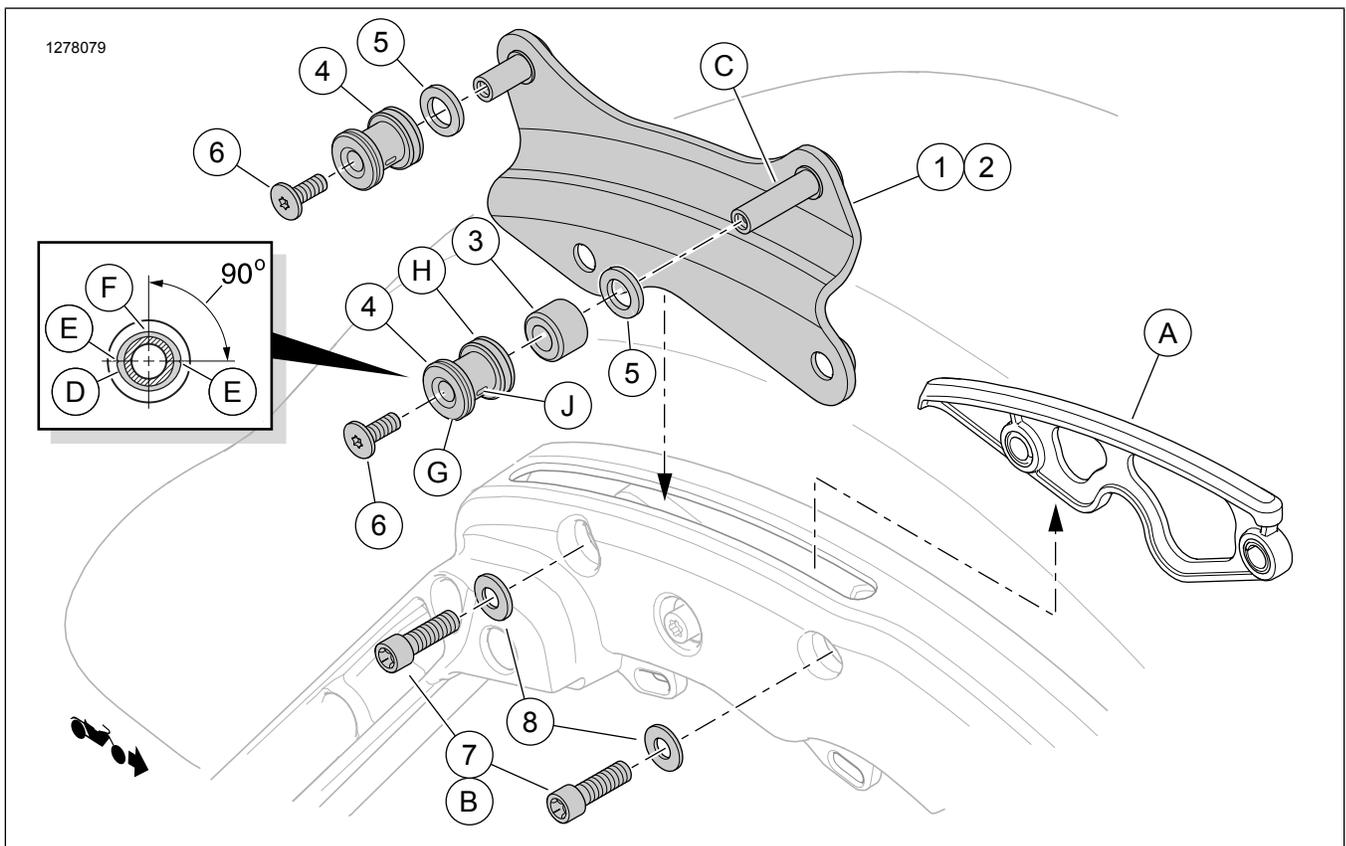
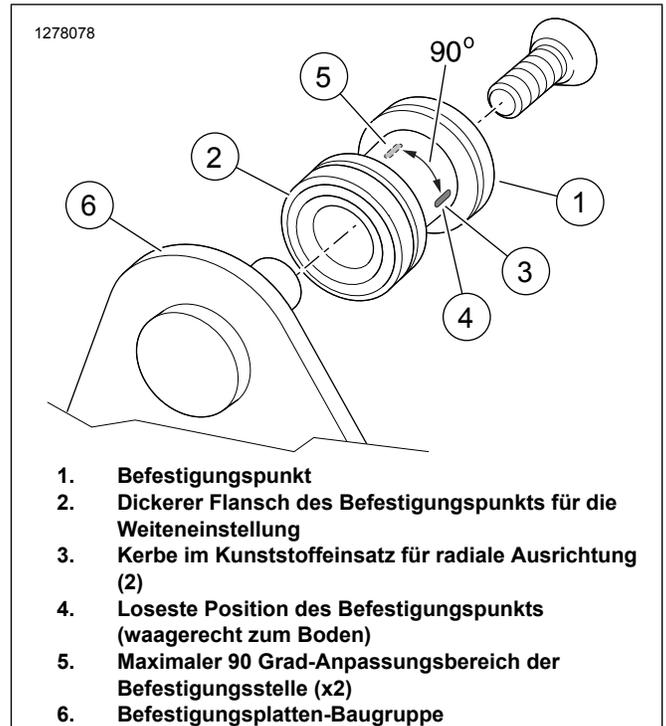

Abbildung 1. Inhalt des Satzes: Einstellbare abnehmbare Befestigungsteilesatz (Vierpunkt)
Abbildung 2. Einbau des Befestigungspunkts
3. Siehe Abbildung 1 >. Auf jeder Seite zwei Schrauben (B) von der Satteltaschenhalterung entfernen.
4. Die Schlitzabdeckungseinsätze (A) herausheben.
Siehe Abbildung 1 >. Die Distanzstücke zur Weiteneinstellung (5) noch nicht einbauen.
- a. Ein Distanzstück (3) auf den langen Pin (C) jeder Befestigungsplatte schieben.
- b. Einen Befestigungspunkt (4) mit dem **dickeren** Flansch (H) zuerst auf den Pin einer jeden Befestigungsplatte schieben.
- c. Schrauben (6) in die Pins der Befestigungsplatten einsetzen.
- d. Siehe Abbildung 2 >. Jeden Befestigungspunkt drehen, um die Kerben waagrecht anzuordnen (4).
Siehe Abbildung 2 >.
- b. Siehe Abbildung 1 >. Schraube (6) und Befestigungspunkt (4) aus allen vier Pins der Befestigungsplatten entfernen.
- d. 2 oder 3 Tropfen Gewindegewissungsmittel auf die Gewinde der Schrauben (6) auftragen. Die Schrauben anbringen.
- e. Siehe Abbildung 2 >. Jeden Befestigungspunkt drehen, um die Kerben waagrecht anzuordnen (4). Die Schrauben anziehen, bis sie fest sitzen.
- a. Siehe Abbildung 1 >. Die Komponenten aus allen vier Pins der Befestigungsplatten entfernen.
- b. Distanzstücke zur Weiteneinstellung (5) an den einzelnen Befestigungspunkten einsetzen.
- c. Ein Distanzstück (3) auf den längeren Pin (C) jeder Befestigungsplatte schieben.
- e. 2 oder 3 Tropfen Gewindegewissungsmittel auf die Gewinde der Schrauben (6) auftragen. Die Schrauben anbringen.
- f. Siehe Abbildung 2 >. Jeden Befestigungspunkt drehen, um die Kerben waagrecht anzuordnen (4). Die Schrauben anziehen, bis sie fest sitzen.
- a. Schrauben (6) lockern.
- b. Siehe Abbildung 2 >. Die Befestigungspunkte (1) ein Stück weit aus der waagerechten Stellung (4) drehen.
d. Nach und nach weiter aus der waagerechten (4) in die senkrechte Stellung (5) drehen, bis das abnehmbare Zubehör an allen Einbaustellen fest sitzt.
5. Siehe Abbildung 1 >. Schrauben der Befestigungspunktpins (6) anziehen. Festziehen.